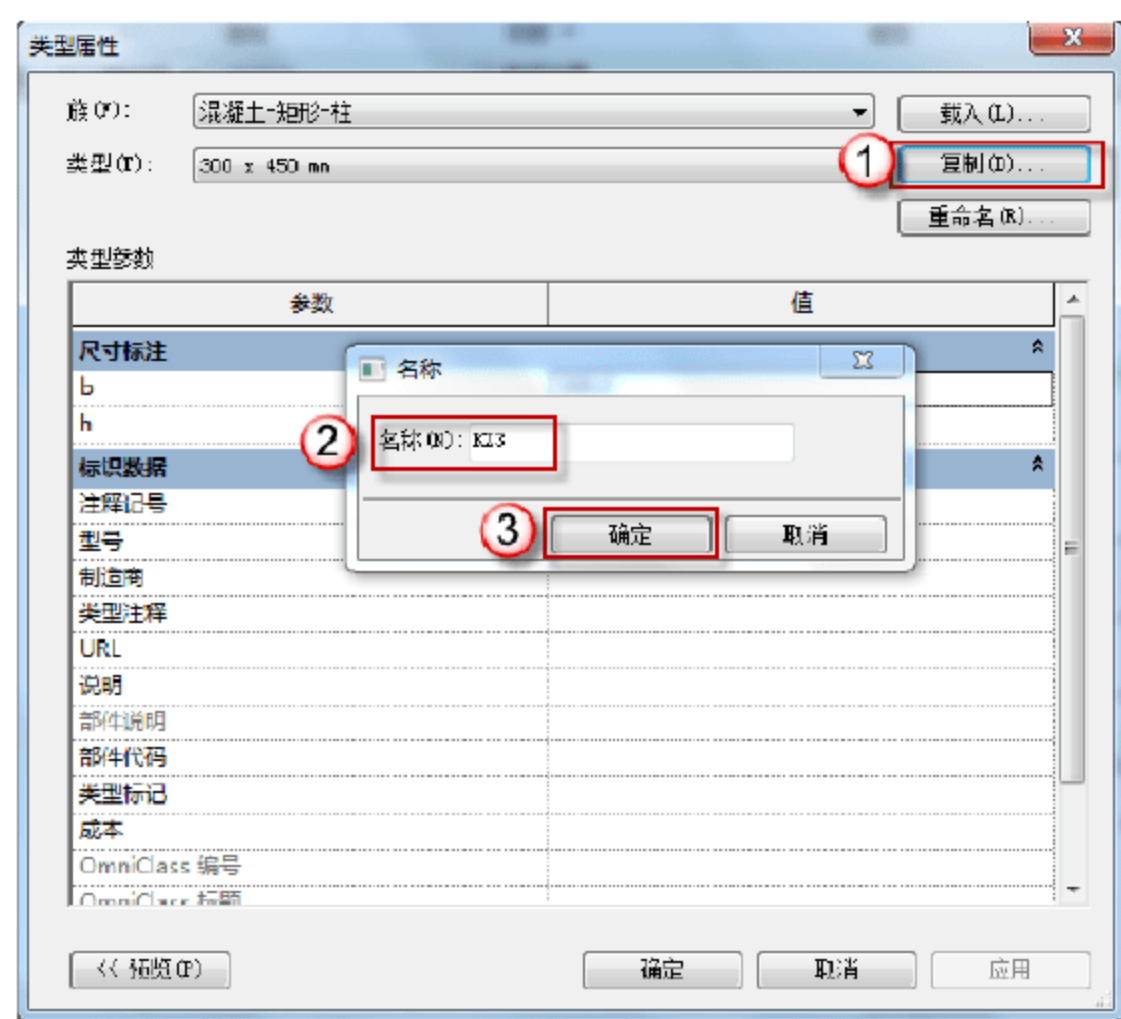
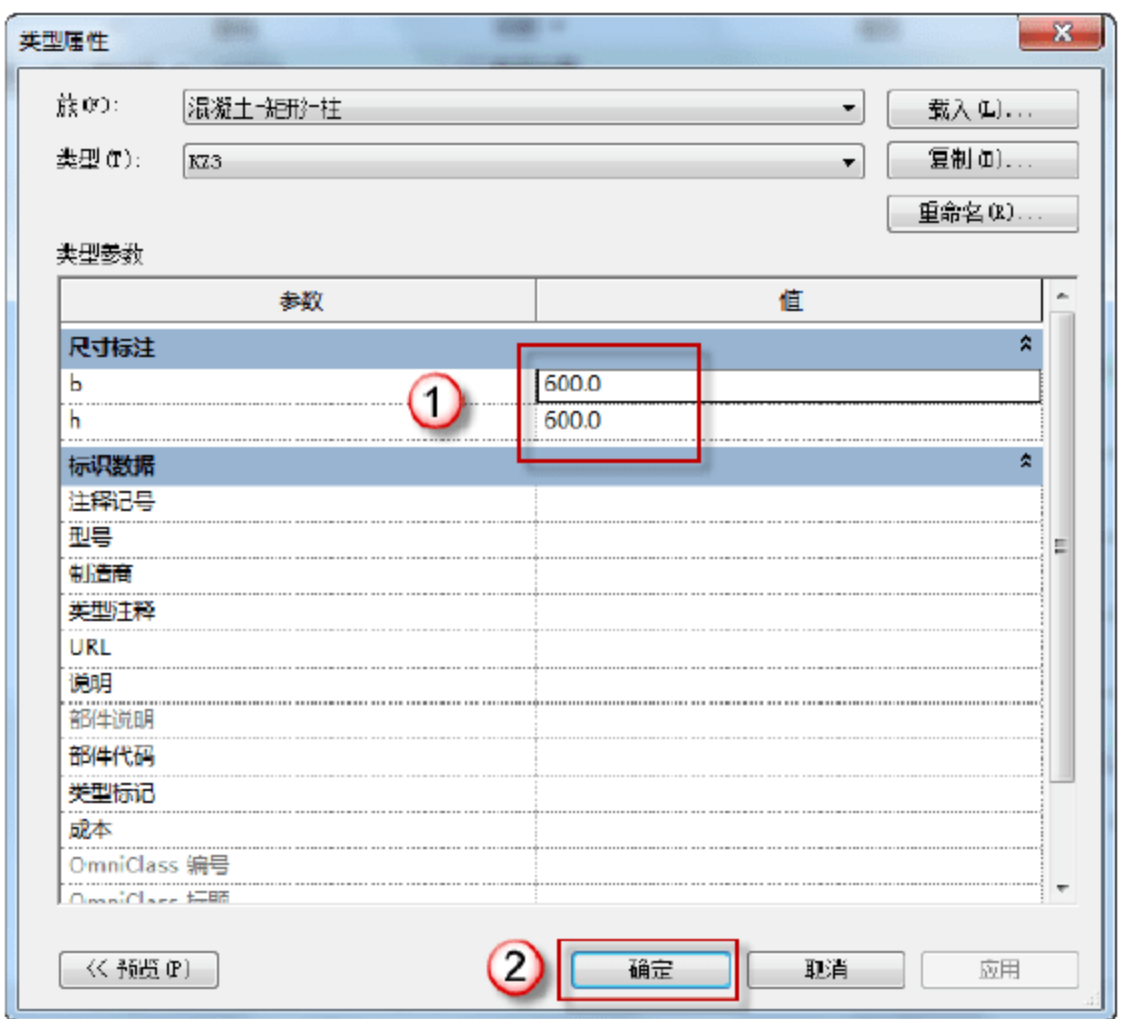

图 3.1.11 输入 KZ3 名称
图 3.1.12 输入 KZ3 截面尺寸
(7) 建立框架柱 KZ3 信息库。选择“结构”→“柱”→“编辑类型”命令，在弹出的“类型属性”对话框中，单击“复制”按钮，在弹出的对话框中输入 KZ3 字样，单击“确定”按钮。在“尺寸标注”栏中输入 b、h 的尺寸，单击“确定”按钮，如图 3.1.11 和图 3.1.12 所示。